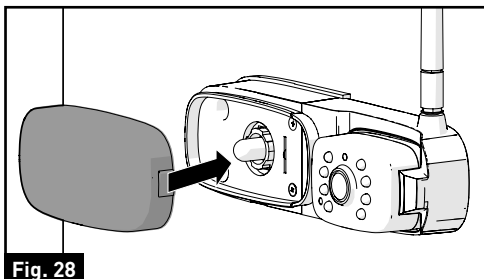
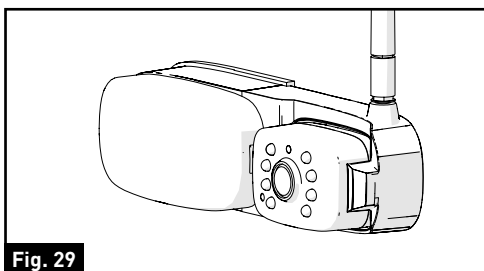

Fig. 28
Fig. 29
7. Vuelva a colocar la tapa del objetivo sobre la base del semáforo y presione hasta escuchar un "clik". La cámara ahora está completamente instalada en el vehículo. (Fig. 28 y Fig. 29)